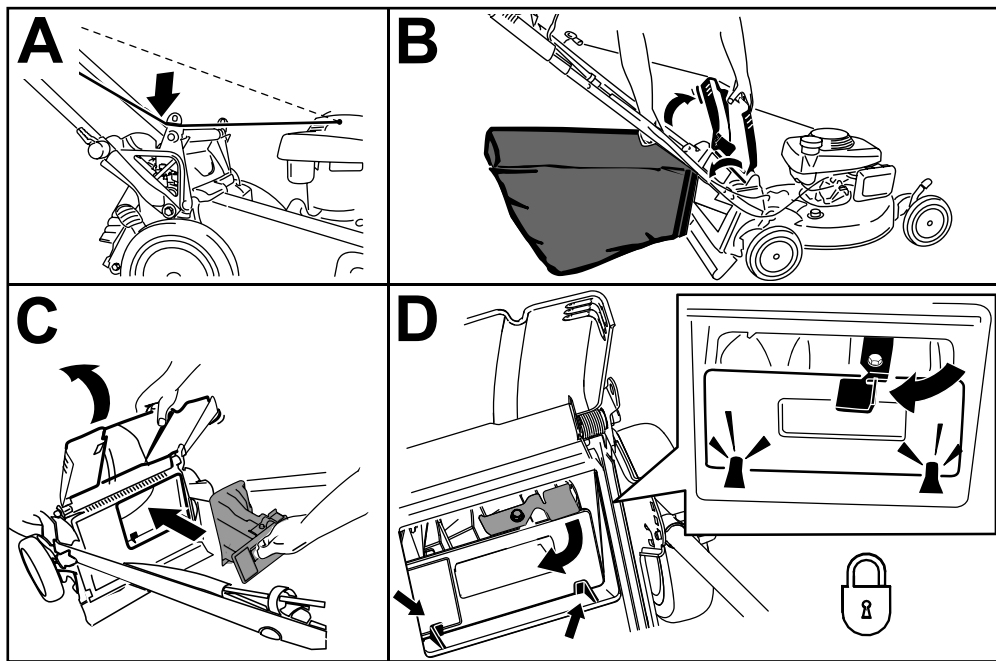

Figura 18
1. Pase la cuerda del arrancador alrededor de la guía de cuerda inferior (Figura 18, A).
2. Levante y sujete el deflector trasero y levante la bolsa por el asa para separarla de las muescas de los soportes del manillar (Figura 18, B).
3. Instale el tapón trasero (Figura 18, C).
Importante: Asegúrese de que el tapón trasero está bloqueado en su sitio. Para bloquear el tapón, presione firmemente hasta que encaje en su lugar detrás de las pestañas, y gire la palanca del tapón a la izquierda (Figura 18, D).